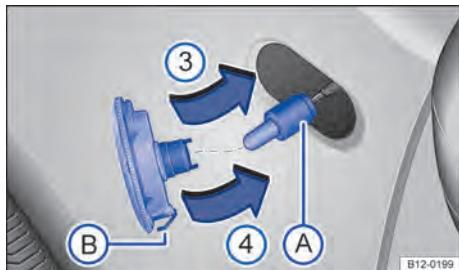

Fig. 202 Lanterna lateral dos indicadores de direção: substituir a lâmpada incandescente.
4. Remover o suporte da lâmpada incandescente com a lâmpada em linha reta → Fig. 202 A.
8. Instalar a lanterna lateral dos indicadores de direção com o lado que aponta para a parte frontal do veículo na carroceria ③ e fazer pressão sobre a carroceria ④, até a mola B encaixar de modo audível.